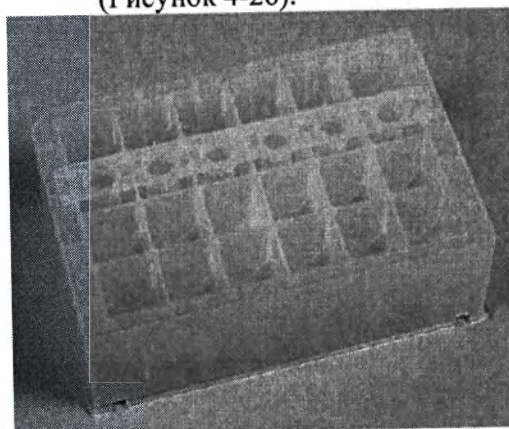

Рисунок 4-26. Гребенка с 6 наконечниками к процессору KingFisher Duo установлена в планшете.
2. Установите одну гребенку наконечников в ряду В пустого 24-луночного планшета KingFisher Flex (Рисунок 4-26).